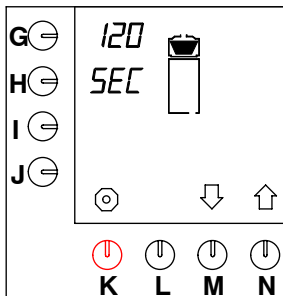

Fig. 36 Periodo de goteo
- Mantenga apretada la tecla de programación (N.)↑ hasta que en el display aparezca fig. 36.